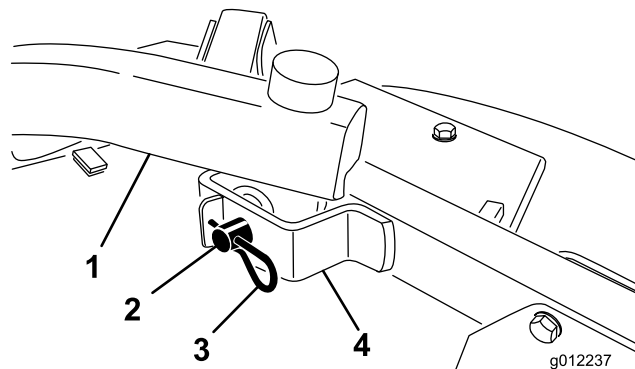

Figura 24
4. Rimuovete le coppiglie e i perni con testa che fissano i bracci di sollevamento alle staffe dei bracci delle ruote orientabili (Figura 24).